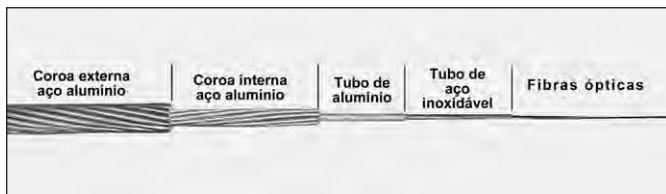

Figura 19
6.1 O cabo OPGW tem a seguinte formação: Coroa externa de aço alumínio, coroa interna de aço alumínio, tubo de alumínio, tubo inoxidável e fibras ópticas (figura 19).